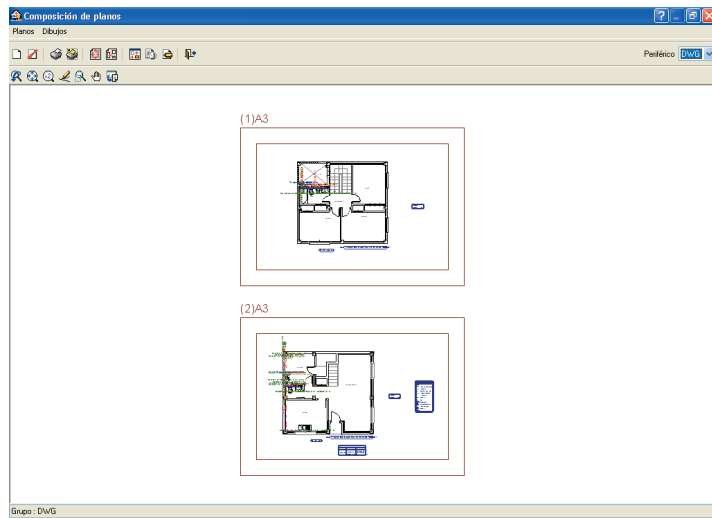

Fig. 56
- Aparecerá la ventana **Composición de planos** (Fig. 56), en donde el programa habrá seleccionado los formatos necesarios para dar cabida a cada plano con su respectiva escala.
- Pulse el icono  **Detalle de un dibujo** (Fig. 56) y, a continuación, pulse sobre el interior de los diferentes planos para observarlos.